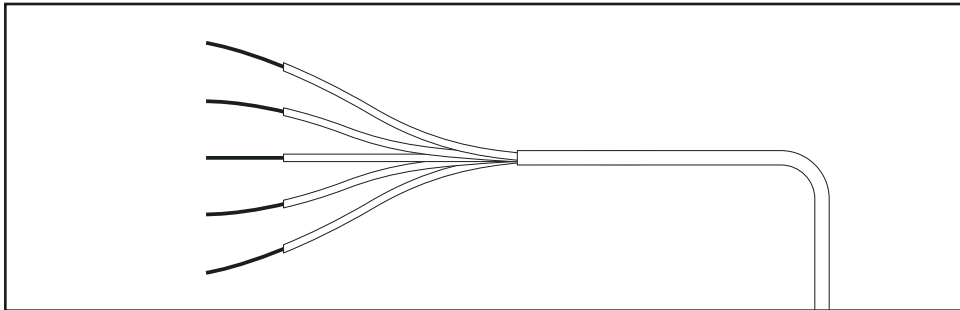

Figure 4: Fil de l'arroseur avec isolation extérieure et intérieure enlevée
Étape 3. Prenez le fil d'arroseur, enlevez l'isolation extérieure pour libérer 10 à 12 cm de fil. (En enlevant l'isolation extérieure évitez de couper dans les fils à l'intérieur.) Ensuite retirez 22 à 25 mm d'isolant sur chaque fil. [voir figure 4].